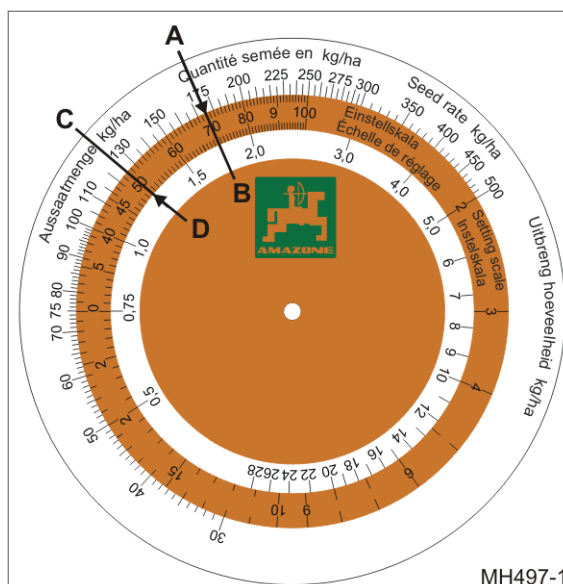

Fig. 160
- o quantidade de sementes calculada 175 kg/ha (Fig. 160/A)
- o valor de ajuste da transmissão 70 (Fig. 160/B).
- o quantidade de sementes desejada 125 kg/ha (Fig. 160/C)
- o valor de ajuste da transmissão 50 (Fig. 160/D).